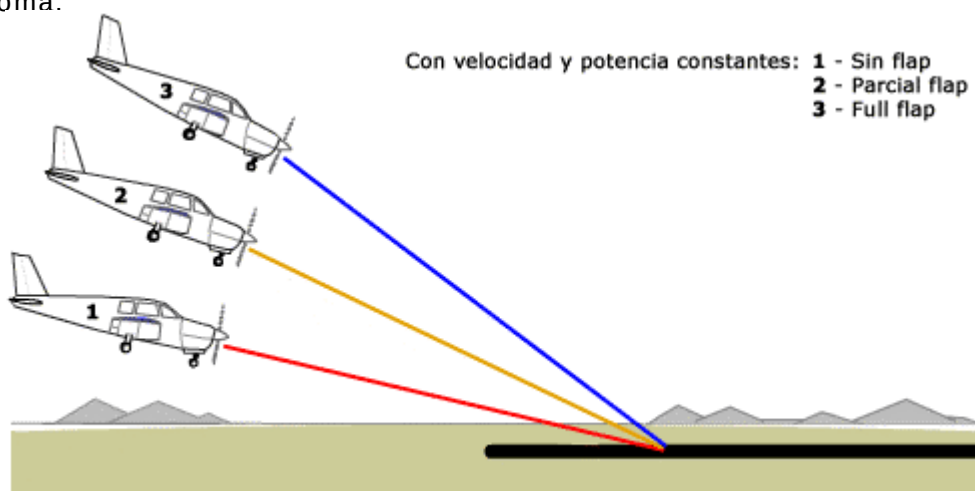

Fig.6.3.1 - Efecto de los flaps sobre el ángulo de descenso.
- Observando la geometría de la aproximación final (ver 6.2.3), podemos deducir que si la distancia horizontal disminuye (o la altura se incrementa), el ángulo de descenso debe ser mayor (figs.6.3.1 y 6.3.2).